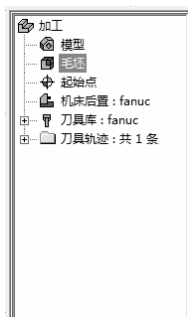

图 5-5 加工管理
1) 双击如图 5-5 所示“加工管理”中的“毛坯”标识, 系统弹出“定义毛坯-世界坐标系 (.sys.)”对话框。